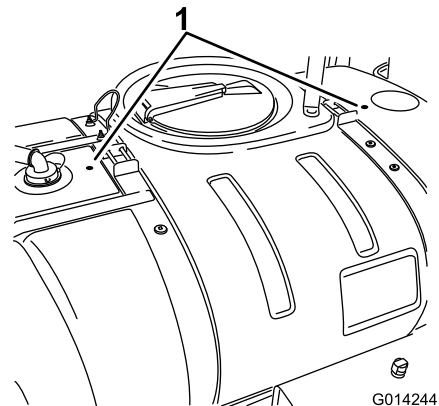

Bild 11
2. Ermitteln Sie die zwei Bohrmarkierungen im Hauptbehälter (Bild 11).